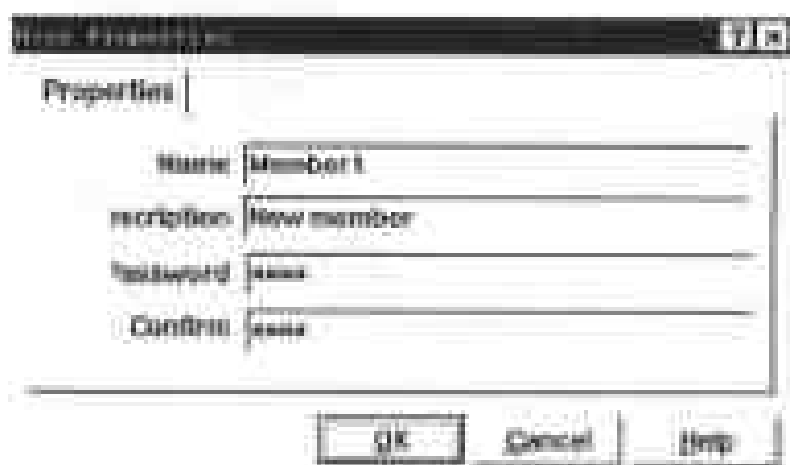

图 1-20 成员属性对话框
(1) New Member...项: 增加一个新成员, 选取此命令, 弹出如图 1-20 所示成员属性对话框。